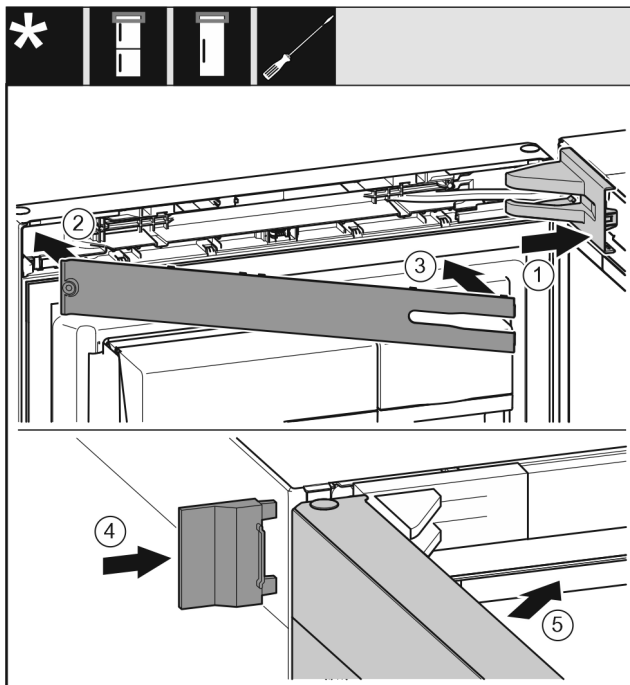

Fig. 51
- ▶ Nasadte a zaklapněte kryt stojanu ložiska, příp. opatrně odtlačte od sebe. Fig. 51 (1)
- ▶ Nasadte záslepku. Fig. 51 (2)
- ▶ Záslepku sklopte a zaklapněte. Fig. 51 (3)
- ▶ Nasuňte vnější kryt. Fig. 51 (4)
- ▶ Zavřete horní dveře. Fig. 51 (5)